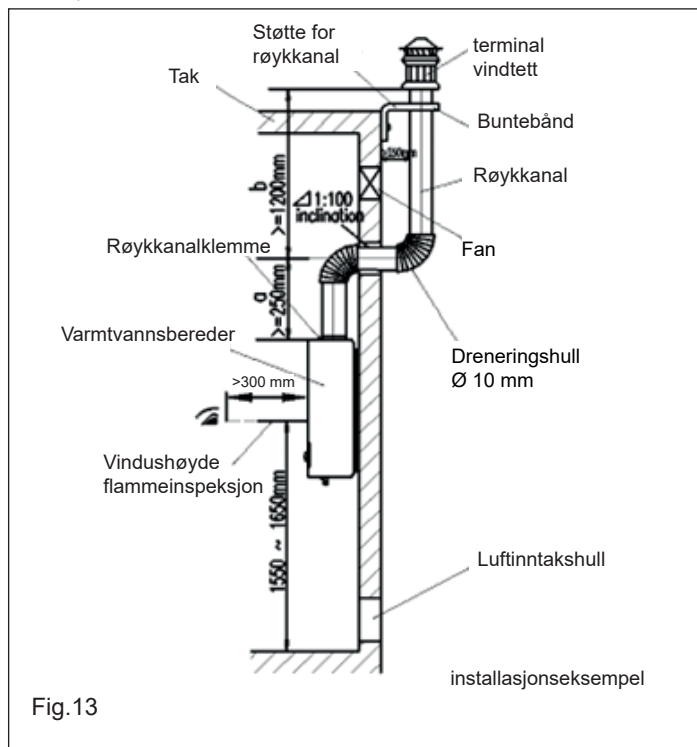
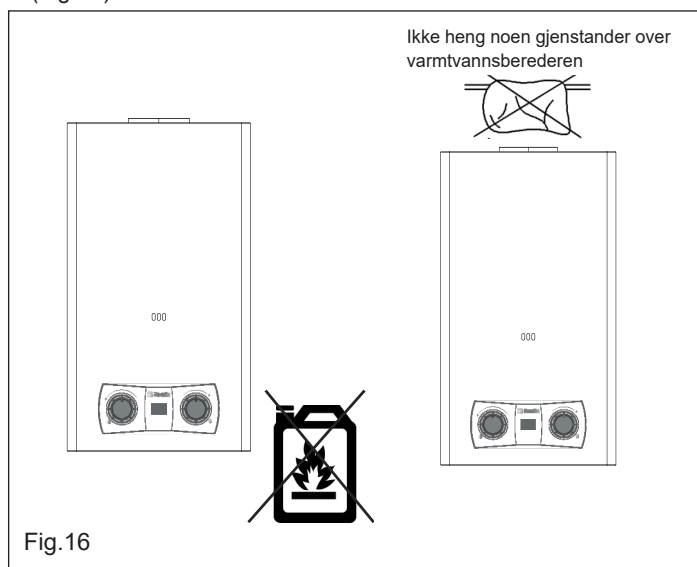

Fig. 13
Fig. 16
Siden apparatet er av typen B11Bs er det forutsatt en tilkobling til et røykrør (Fig. 13). De detaljerte kravene er som følger:
- I enden av røykrøret må det installeres et vindsikkert endestykke (medfølger ikke), som ikke på noen måte må hindres. For å forebygge tiltetting av røykkanalen er det strengt påbudt å installere utløpskanalen i henhold til Fig. 13. Det er svært viktig å opprettholde dimensjonen 1450mm ≤ a + b ≤ 1850mm. Tettheten i koblingene til røykavløpskanalen må være god. Etter installasjon av røykkanalen må du kontrollere at apparatet kan fungere normalt. Hvis røykkanalen skal gå gjennom brennbare materialer eller en vegg må det brukes termisk isolerende materiale for å fylle rommet for røykkanalen, i en tykkelse på minst 20 mm.
- Ikke plasser noen materialer, særlig ikke brennbare, under, i nærheten av eller over produktet (Fig. 16) og ikke lokker luftinngangen (Fig. 13).
- For utløp av forbrenningsproduktene må det installeres et røykrør som vist i Fig. 13, slik at luften holdes ren inne i lokalet.